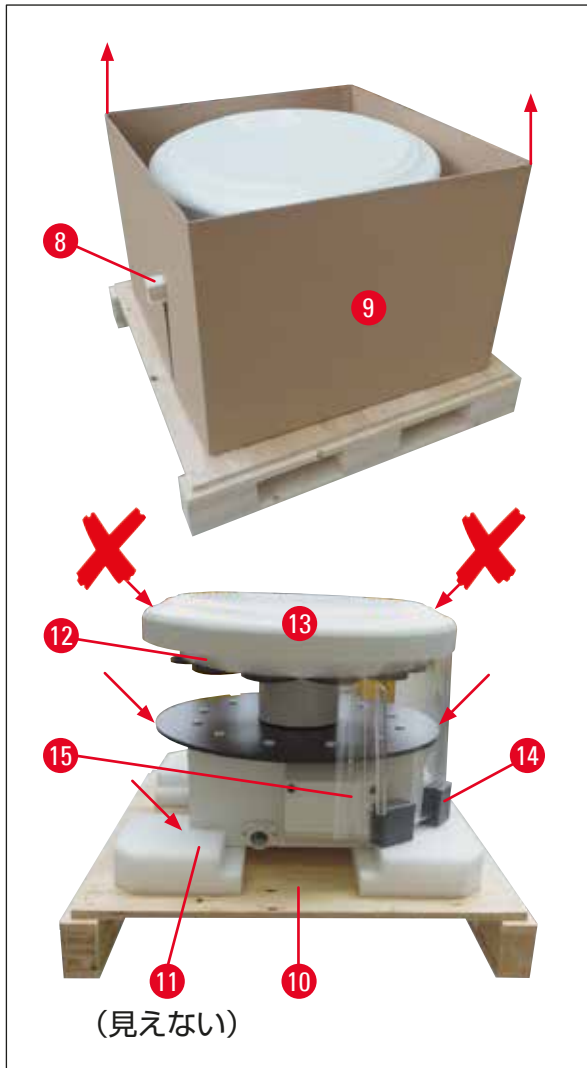

図 11
- 装置を(2人で)持ち上げるには、試薬コンテナプラットフォームまたはハウジングの下端(下記をの(→ 図 11), 参照)を持ち、ベースプレート(→ 図 11-10)から持ち上げます。